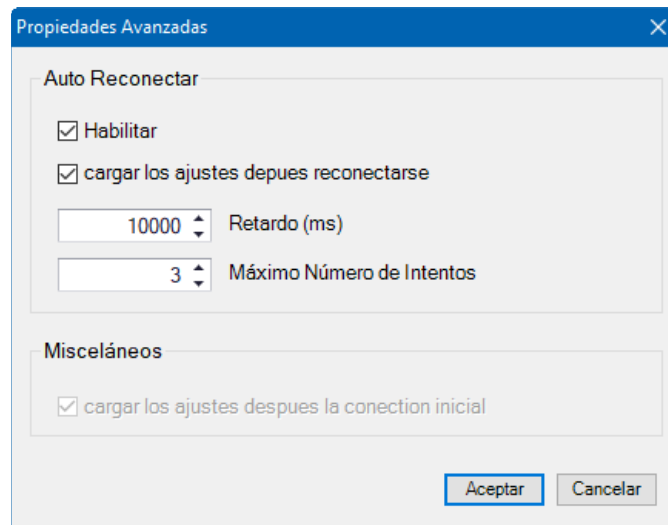

Figura 20-8. Propiedades avanzadas, Reconexión automática
7. El botón *Avanzado* muestra la ventana que se muestra en Figura 20-8. Contiene opciones para habilitar la Reconexión automática, descargar los ajustes después de volver a conectarse, el retraso entre reintentos (en milisegundos) y el número máximo de intentos (Figura 20-8).